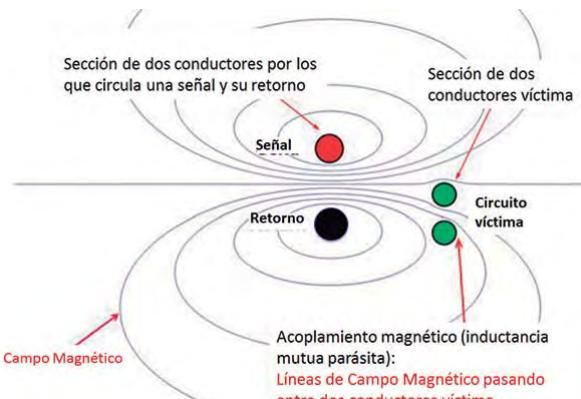

Figura 6: Ejemplo de acoplamiento de campo magnético
- Acoplamiento magnético o inductivo (figura 6)
En el acoplamiento magnético, las líneas de flujo H nunca terminan en los conductores. Aquí también la densidad de las líneas nos dice la intensidad de campo H y podemos ver en la Figura 6 que la intensidad de campo es mayor entre el conductor de la señal y su retorno. También las líneas de campo magnético se extienden en el espacio alrededor de los conductores, mostrando que los campos H se debilitan al aumentar la distancia. Cuando las líneas de campo H se encuentran con un bucle de corriente víctima, las líneas de campo se distorsionan ligeramente, y algunas líneas pasan fuera de la zona del área del bucle de corriente del circuito víctima, mientras que otras pasa a través del bucle. Las líneas que pasan a través del área del bucle de corriente del circuito víctima representan el acoplamiento de campo H, que también puede ser descrito como acoplamiento inductivo o por inductancia mutua o parásita. Es como un transformador accidental entre el generador y la víctima.